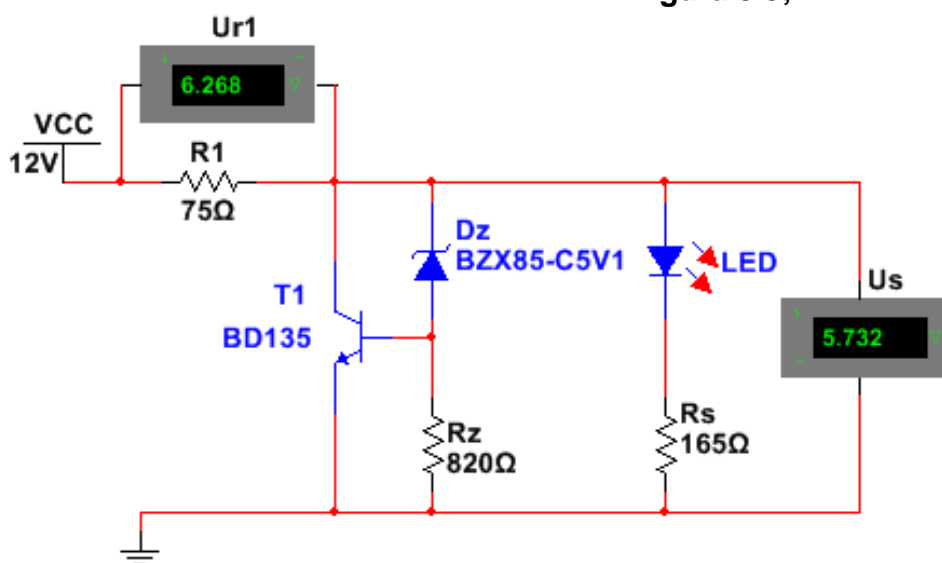

Figura 3.9 Stabilizator de tensiune paralel
1. Realizează cu simulatorul schema electronică din **figura 3.9**;
3. Realizează pe placa de probă montajul schemei din **figura 3.9**;